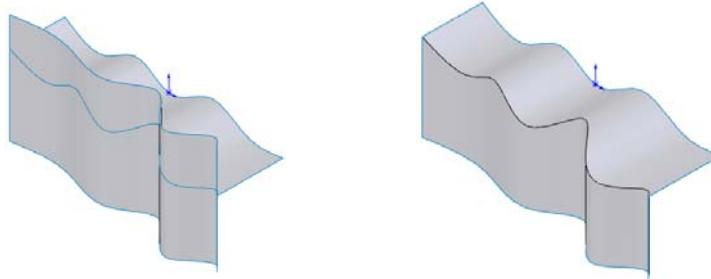

图 6-60 剪裁效果
- 06 单击  按钮，完成曲面的剪裁，如图 6-60 所示。